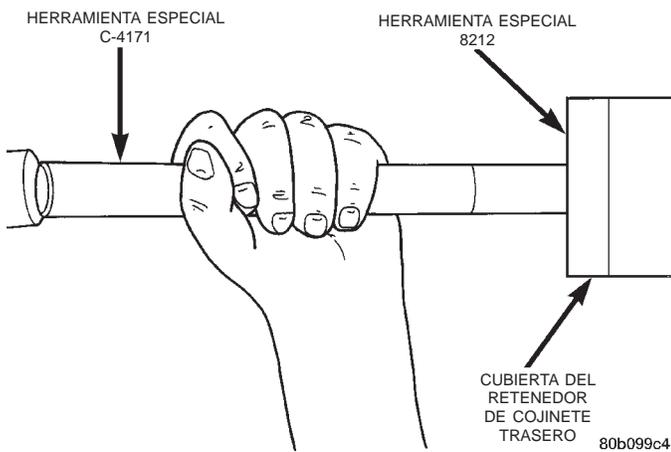

Fig. 13 Instalación de la junta de la cubierta del retenedor de cojinete trasero
(1) Limpie el hueco de la junta de la cubierta del retenedor de cojinete trasero para eliminar todos los residuos de material sellante de la junta original.
(2) Utilice el mango C-4171 y el instalador de juntas 8212 para instalar la junta nueva de la cubierta del retenedor de cojinete trasero de modo que la junta esté situada a $0 \pm 0,5$ mm ($0 \pm 0,02$ pulg.) de la cara de cubierta del retenedor de cojinete trasero (Fig. 13).
(3) Instale el eje propulsor. Para informarse de los procedimientos apropiados, consulte el grupo 3, Diferencial y sistema de transmisión.
(4) Verifique el nivel de líquido de la transmisión y agregue líquido si fuese necesario. Para informarse